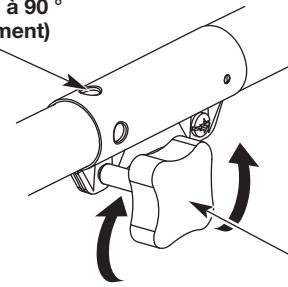

Fig. 3
1. Tournez le bouton dans le sens horaire inverse pour le desserrer (Fig. 3).
3. Tournez le bouton dans le sens horaire pour le serrer (Fig. 3).
ATTENTION : Avant d'utiliser l'appareil, s'assurer que le bouton de déverrouillage est entièrement enclenché dans l'orifice principal (Fig. 5) et que la poignée (Fig. 3) est bien serrée.
Pour une bordure décorative réalisée avec un accessoire taille-bordures, verrouiller le bouton de déclenchement dans l'orifice de bordure à 90 ° (Fig. 3).